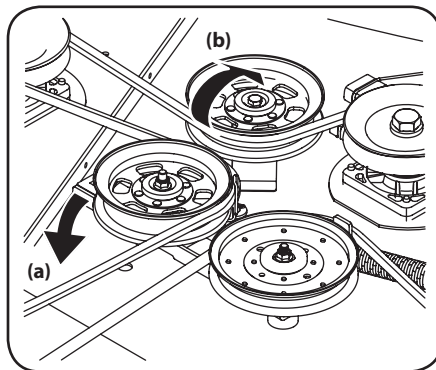

Figure 4-16
- b. Placez-vous à côté de l'appareil de façon à faire pivoter le support de la poulie de tension et la poulie de tension vers l'arrière jusqu'à ce que vous puissiez soulever la courroie en « V » (a) par-dessus la poulie de tension (b). Voir Figure 4-16.